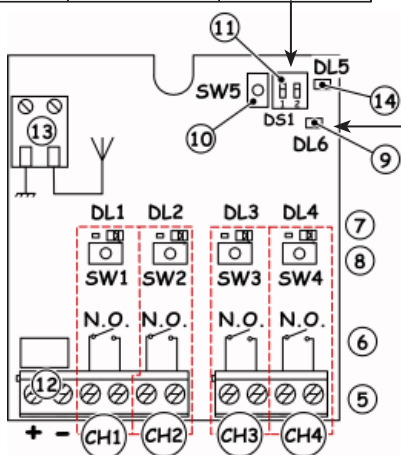

Fig. 1
4. Appuyer, pendant 1 seconde, sur le bouton-poussoir du récepteur (Fig.1 réf. ⑥), correspondant au canal auquel on souhaite associer la radiocommande.
5. La LED correspondant sur le récepteur (Fig.1 réf. ⑦) commence à clignoter lentement pendant 5 s.
7. La LED sur la platine (Fig.1 réf. ⑦) s'allumera fixe pendant 1 seconde, puis elle s'éteindra, indiquant que la mémorisation a été effectuée.